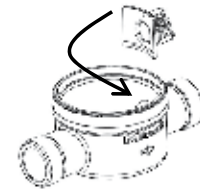

Abb. 3
- 2.4. Die mit dem Messeinsatz gelieferte Auslaufbuchse mit der Pfeilmarkierung nach oben in die Auslauföffnung des UPT stecken. Durchflussrichtung gemäß Pfeil im UPT beachten (Abb. 3).